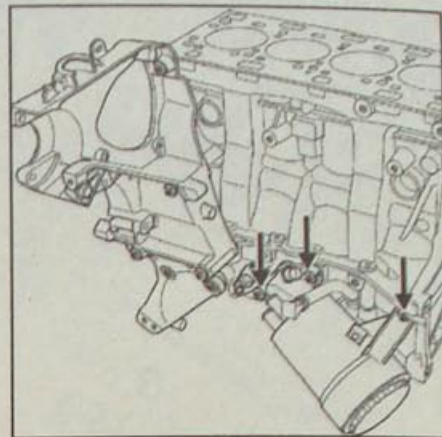

Рис. 15.18. Расположение болтов крепления держателя масляного фильтра
- Снимите держатель масляного фильтра и отведите в сторону держатель фильтра в сборе, не отсоединяя его (рис. 15.18).